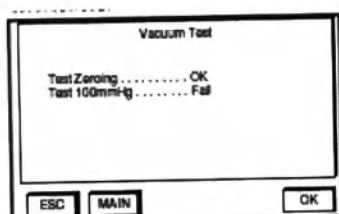

Рис.3-29
- Давление падает ниже 10mmHg за определенное время, при открытых клапанах. Тест прерывается и отображается сообщение о сбое (см.рис.3-29), при возникновении ошибок в измерении давления внутри вакуумного контура.